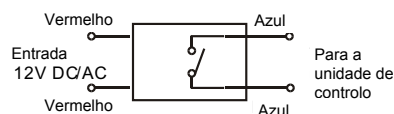

FIG.4
- Ligue os cabos de acordo com o esquema de ligações (Ver FIG.4)